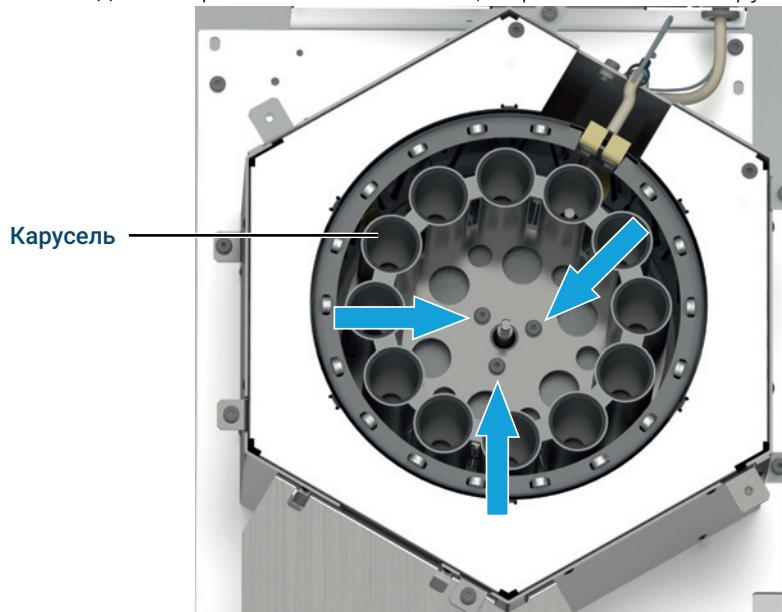

Рис. 15. Извлечение карусели
- b** Удалите три винта T-20 Торх из центральной части карусели (Рис. 15).